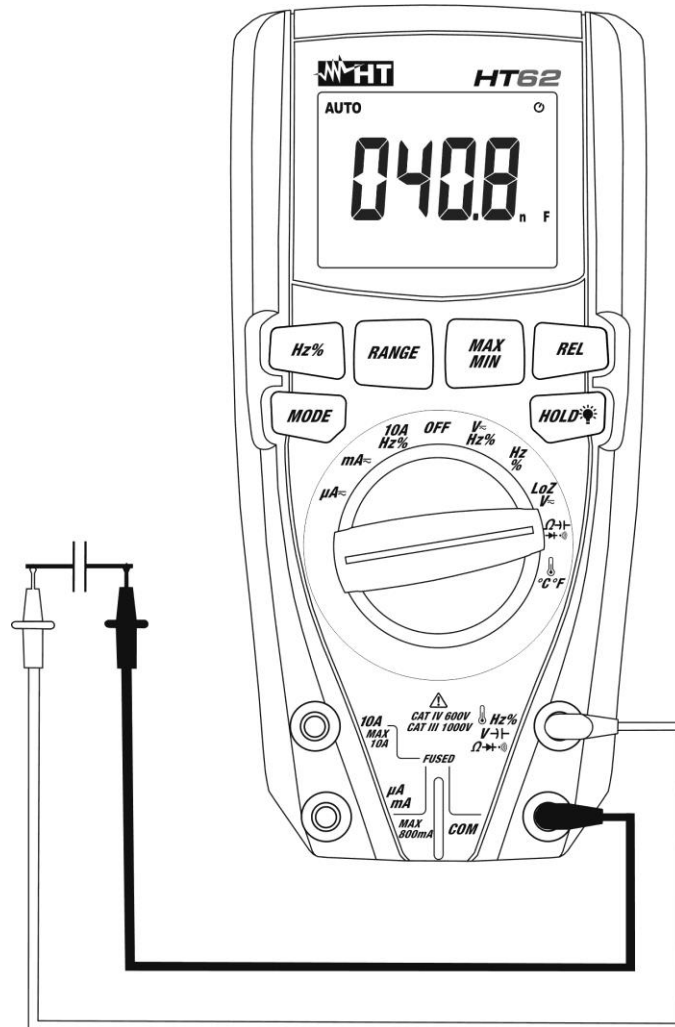

Abb. 8: Verwendung des Gerätes für Kapazitätmessung
5. Verbinden Sie die Messleitungen mit den beiden Enden des zu messenden Kondensators und dabei achten Sie, wenn nötig, auf die positive (rotes Kabel) und negative (schwarzes Kabel) Polarität (siehe Abb. 8). Der Kapazitätswert erscheint auf dem Display.